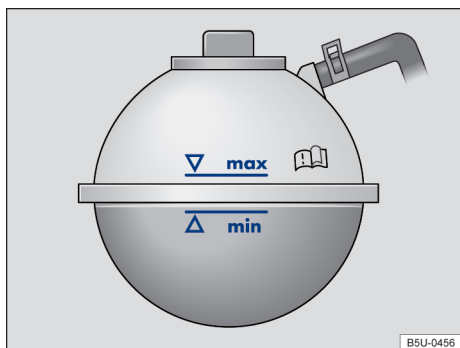

Fig. 156 En el compartimento del motor: marca en el depósito de expansión del líquido refrigerante del motor.
- Con el motor frío, comprobar el nivel del líquido refrigerante del motor por la marca lateral del depósito → fig. 156.
- El nivel del líquido refrigerante del motor debe permanecer dentro de la marca del depósito → fig. 156. **¡No completar por encima de la marca “máx”!** → .
- Completar con líquido refrigerante del motor solamente hasta la marca “máx” → fig. 156. De lo contrario, al calentarse, el líquido excedente sería expulsado del sistema de refrigeración del motor y podrá causar daños.